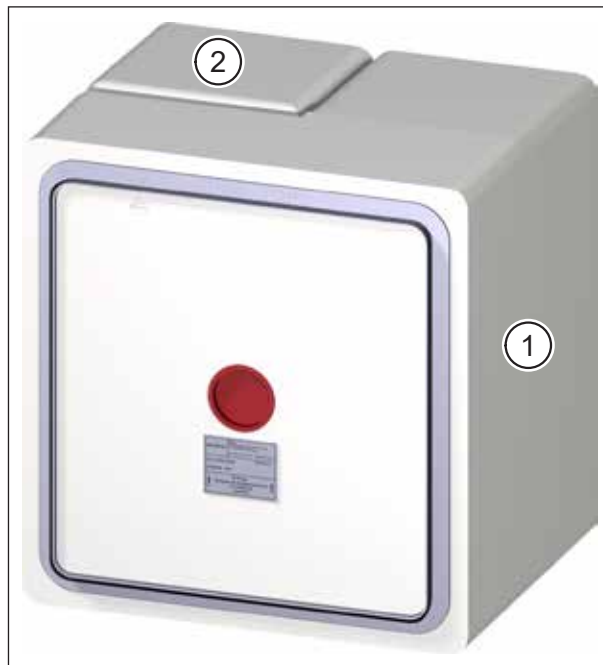

Fig. 1 : Kit de montage M-WRG-M/MB avec pièce de remplissage optionnelle M-WRG-M/Fü
Cette notice décrit le montage encastré du kit de montage M-WRG-M/MB (pos. 1 dans Fig. 1) dans les murs en dur. S'il est prévu, pour le kit de montage, une percée complète dans le mur dans le cas d'un bâtiment neuf ou une ouverture complète dans le mur dans le cas d'une rénovation, la pièce de remplissage M-WRG-M/Fü (pos. 2 dans Fig. 1) est disponible en option pour remplir le mur.